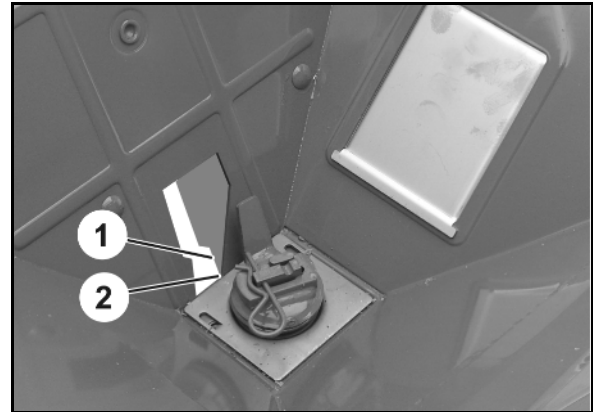

Fig. 103
- o indstillingslæren (ekstraudstyr Fig. 103/1) kunne tilpasses let.
2. Læg læren (Fig. 103/1) i.